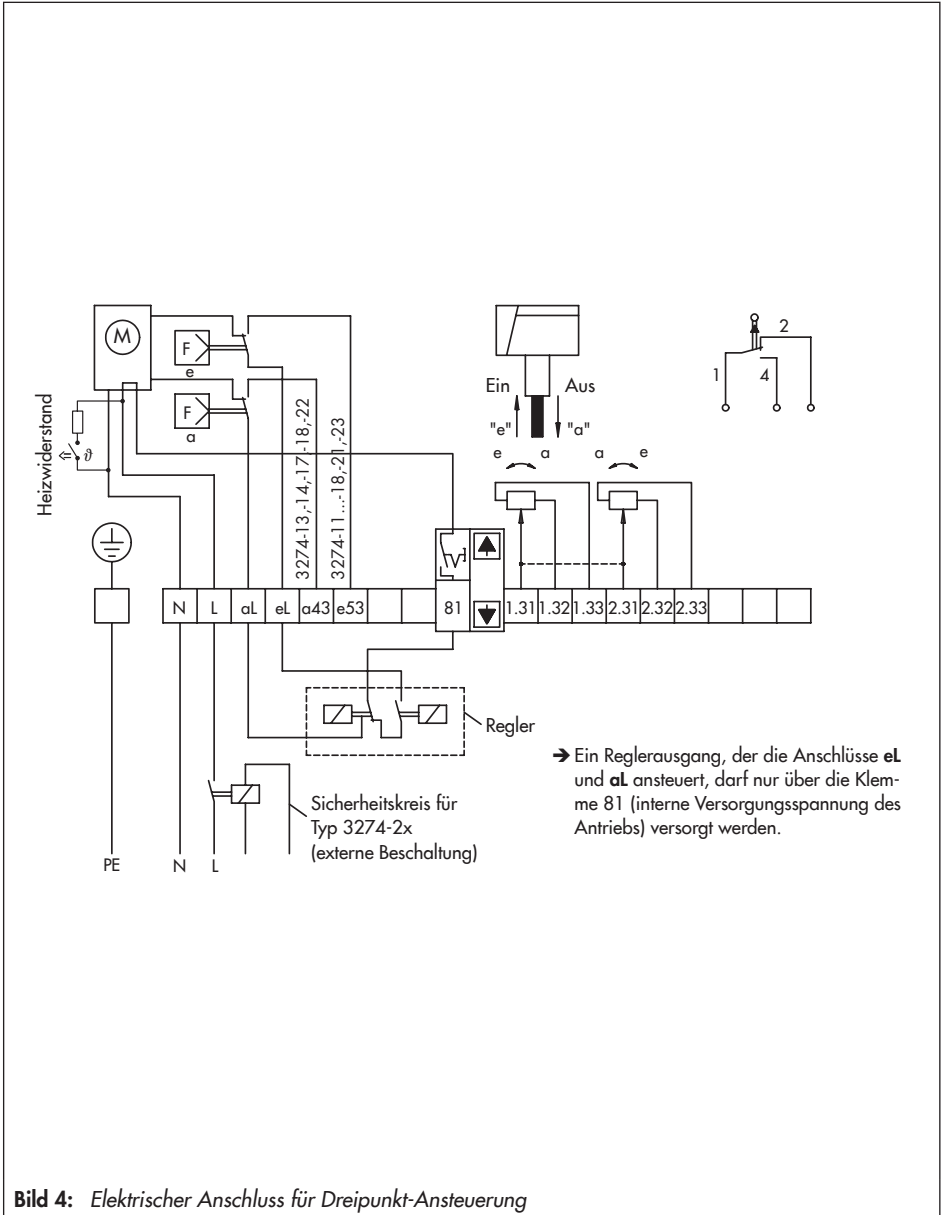
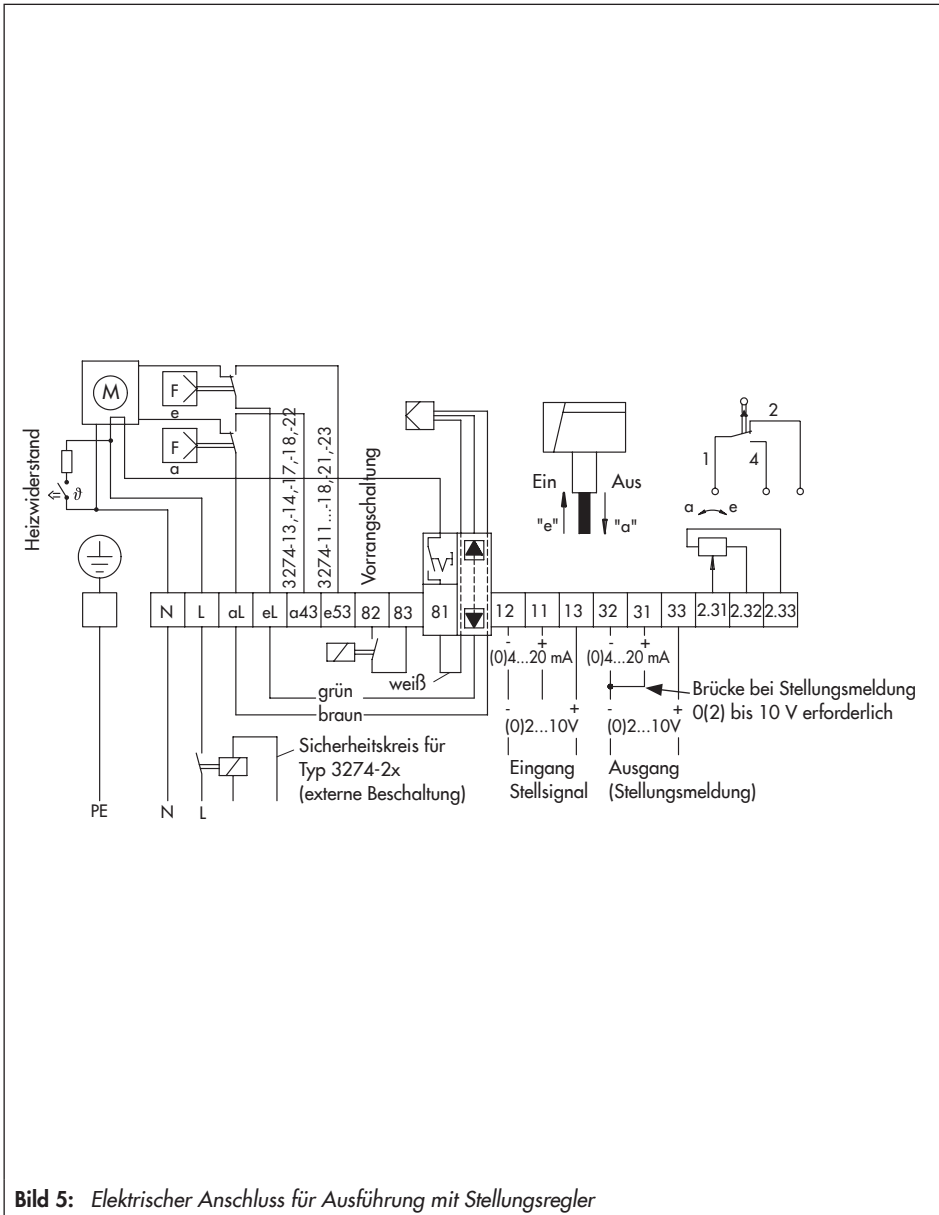
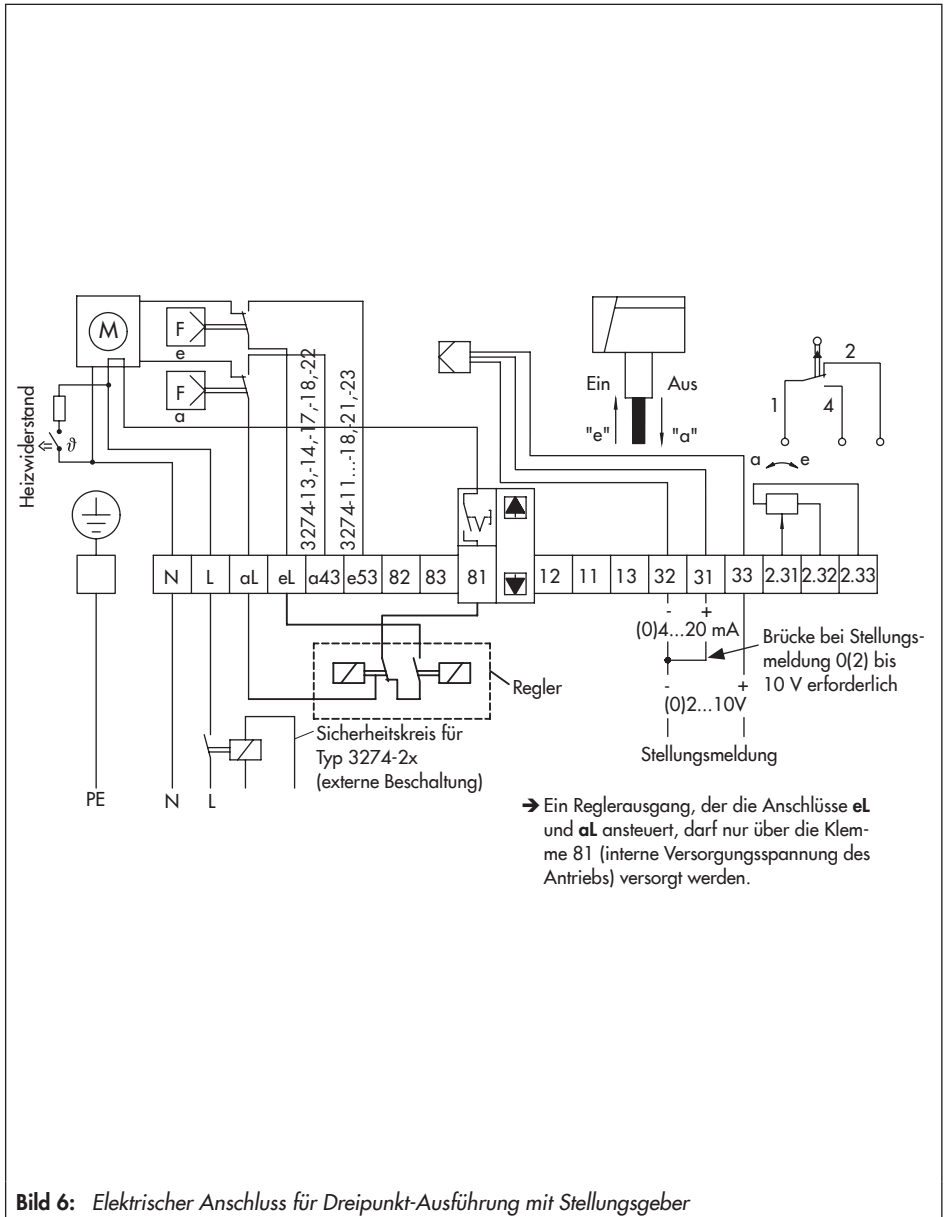

Bild 4: Elektrischer Anschluss für Dreipunkt-Ansteuerung
Bild 5: Elektrischer Anschluss für Ausführung mit Stellungsregler
Bild 6: Elektrischer Anschluss für Dreipunkt-Ausführung mit Stellunggeber
- Den seitlichen Gehäusedeckel abschrauben, die Leitungen durch die Kabelverschraubungen am Gehäuse auf die Anschlussklemmen führen und anschließen (vgl. Bild 4 bis Bild 6 oder eingeklebtes Anschlussbild im Gehäusedeckel).
Die Anschlussbilder (Bild 4 bis Bild 6) gelten auch für die Zusatzgeräte.
Bei der Ausführung mit Stellungsregler (Bild 5) und Stellungsgeber (Bild 6) können als Stellungsmeldung an den Klemmen 31, 32 und 33 hubproportionale Ausgangssignale abgenommen werden (Signal steigt mit einfahrender Antriebsstange).